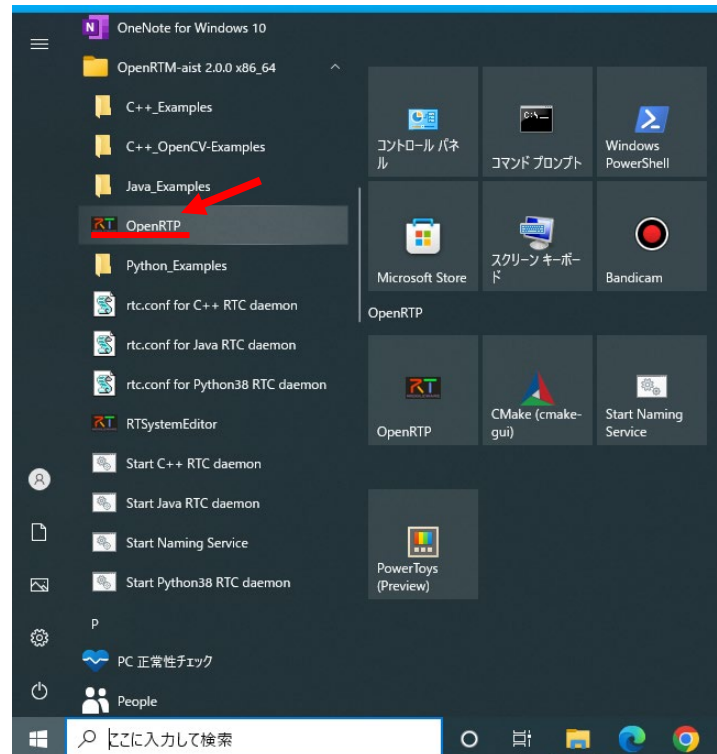

図 25 [OpenRTP]の起動方法
- ① 図 25 のように[デスクトップ]から[スタート]ボタンを選択し、表示された項目の中から、[OpenRTM-aist 2.0.0 x86_64]フォルダー内の[OpenRTP]をクリックし、アプリを起動させる。